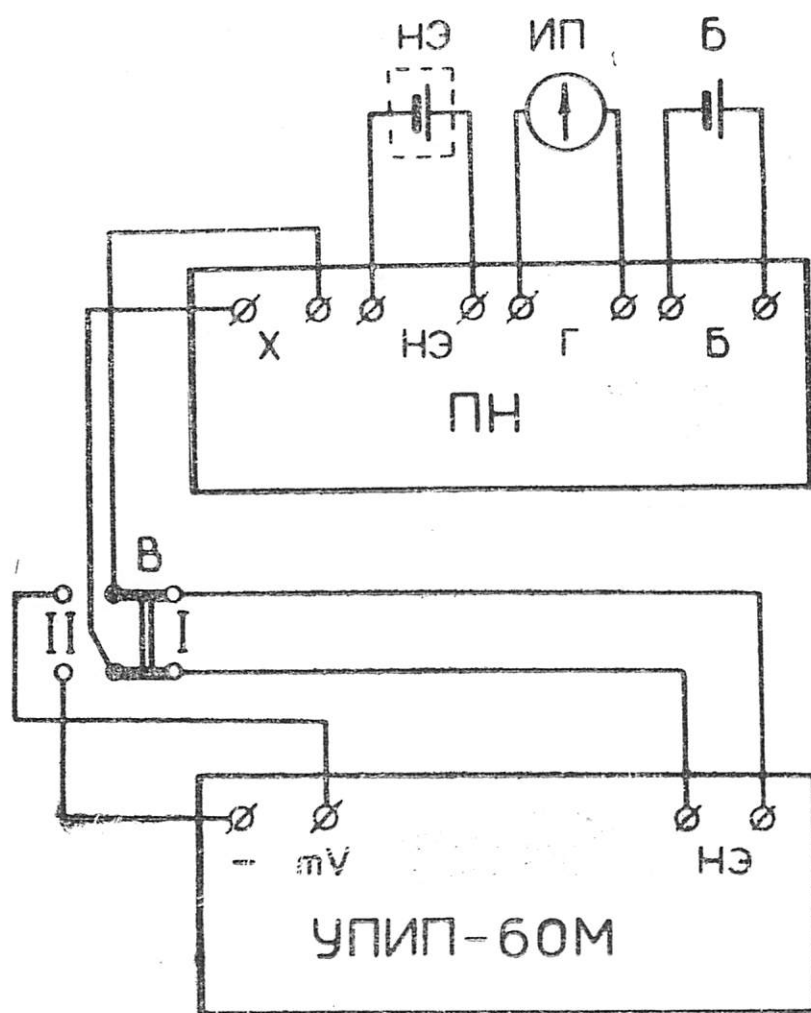

Рис. 12. Схема поверки погрешности показаний потенциометра
7. 2. Поверку погрешности показаний потенциометра производить по схеме рис. 12 путем сравнения показаний поверяемого прибора с показаниями образцового низкоомного потенциометра согласно ГОСТ 15143-69 «Потенциометры постоянного тока измерительные. Методы и средства поверки».